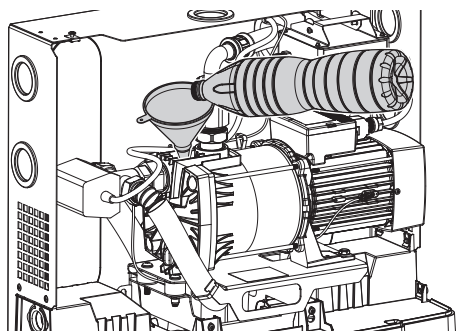

Fig. 21: Remplissage de la pompe
2. Remplir la pompe d'eau claire avec un entonnoir (Fig. 21).